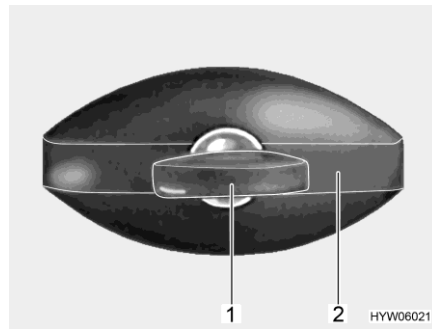

Fig. 45 Serrure du portillon (en forme d'ellipse, fermée)
- Insérer la clé dans le barillet (Fig. 45,1) et la tourner d'un quart de tour dans le sens inverse des aiguilles d'une montre. La poignée de la serrure (Fig. 45,2) ressort.